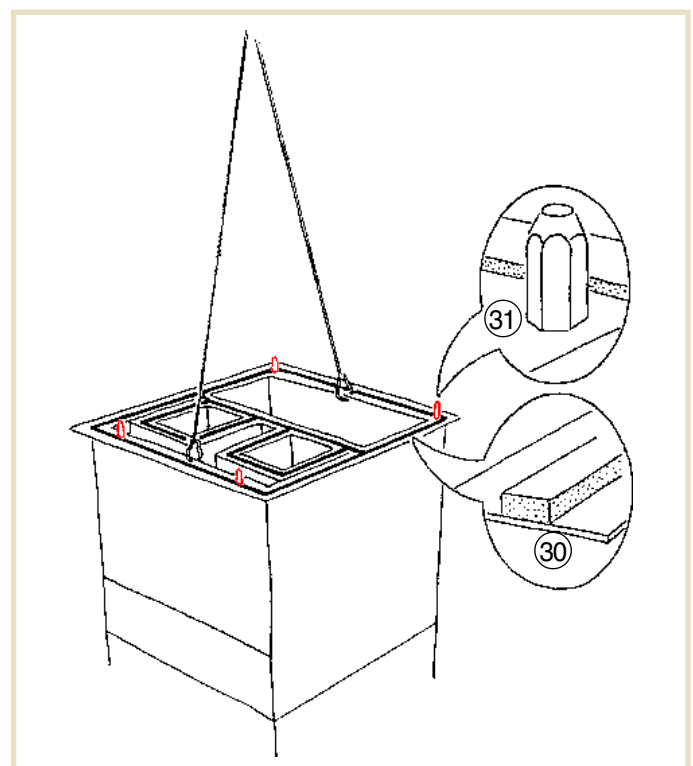

Рис. 33: Подъем нижнего блока на стропах
- Убедитесь в целостности уплотнительной ленточки **30**, наложенной по периметру нижнего блока. При необходимости устраните повреждение (см. Рис. 33).
- Закрепите карабинные гаки привязных ремней крана на зацепах основания нижнего блока (см. Рис. 33).